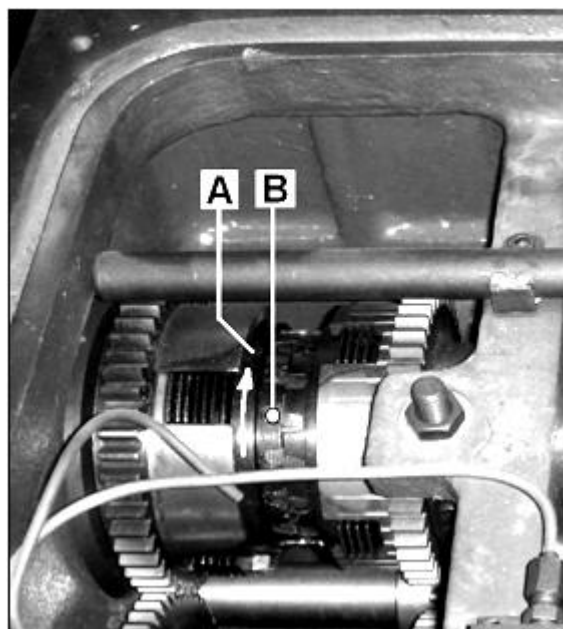
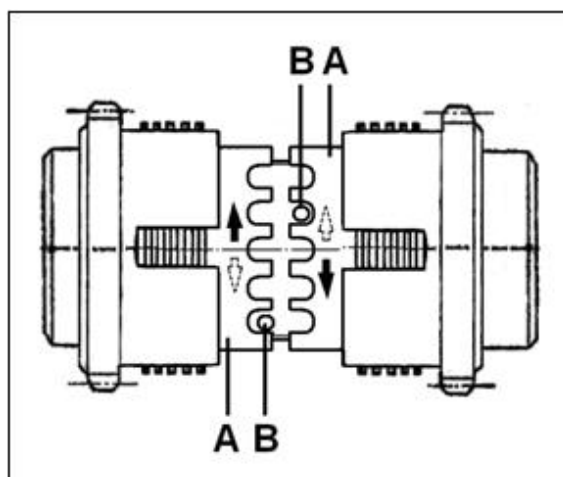

Fig 15
Fig 16
- A l'aide d'un tournevis, appuyer sur le boulon d'arrêt (B, Fig 15, Fig 16) du coupleur à régler...le boulon d'arrêt est muni d'un ressort.
- Faire tourner l'anneau de réglage (A) d'un cran.